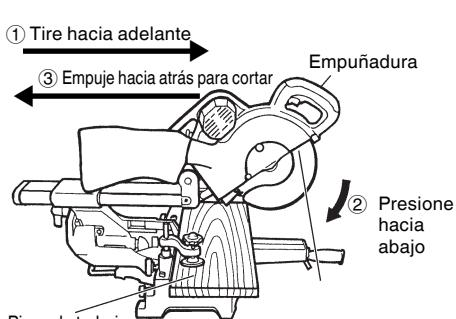

Fig. 28
- (1) Piezas de trabajo de hasta 3-11/32" (85mm) de altura y 12-9/32" (312mm) de anchura: Afloje la perilla de inmovilización de deslizamiento, sujeté la empuñadura, y deslice la hoja de sierra hacia adelante. Despues presione hacia abajo la empuñadura y deslice la hoja de sierra hacia atrás para cortar la pieza de trabajo como se indica en la Fig. 28. Esto facilitará el corte de piezas de trabajo de hasta 3-11/32" (85mm) de altura y 12-9/32" (312mm) de anchura.
- (2) Piezas de trabajo de hasta 3-9/16" (90mm) de altura y 11" (280mm) de anchura: Las piezas de trabajo de hasta 3-35/64" (90mm) de altura y 11" (280mm) de anchura podrán cortarse de la misma forma que la descrita en el párrafo 6-(1) anterior.
- * Para el corte deslizable, siga los procedimientos indicados en la Fig. 28 anterior.